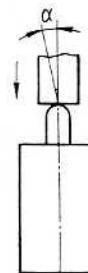

Рис. 1.
3. Выключатели с приводом толкателем (рис. 1) предназначены для работы с толкающим упором.